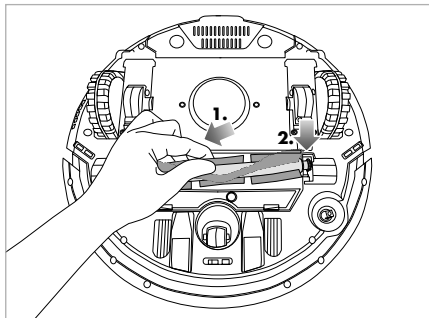

Abb. 18
3) Um die Bürstenrolle **31** wieder einzusetzen, schieben Sie diese zuerst links auf die Halterung und lassen Sie sie dann in der Halterung rechts einrasten (siehe Abb. 18).